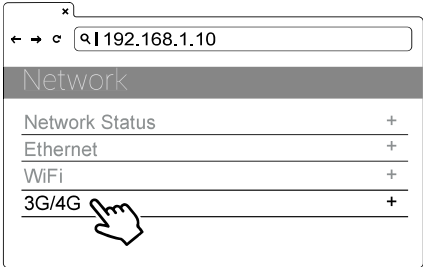

Figura 38. Selectare Network
- 4) Selectați: SET I Network I 3G/4G. A se vedea Figura 38.